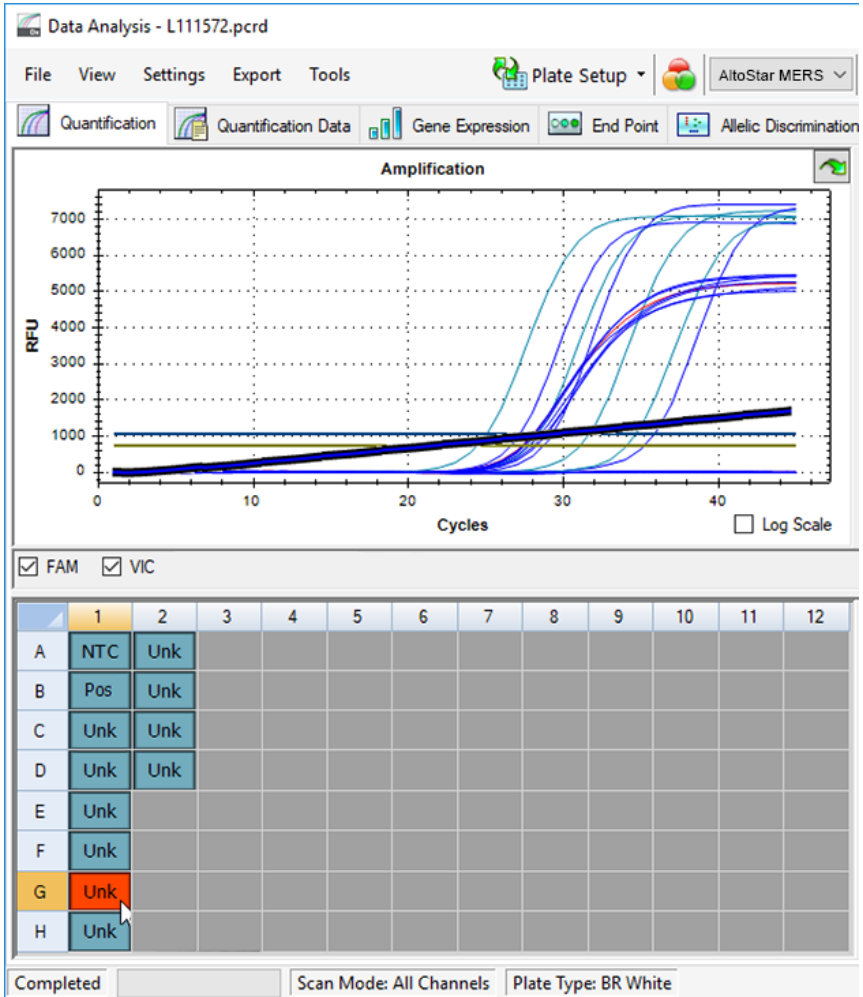

Abb. 6: Fenster Data Analysis (Datenanalyse): irreguläres PCR-Signal
2. Identifizieren Sie Wells mit irregulären PCR-Signalen (lineare Signalzunahme, Signalspitzen usw.) in den Detektionskanälen FAM™ [MERS-CoV (Ziel upE + N gene bzw. orf1a)] und VIC™ (IC) (siehe Abbildung 6).